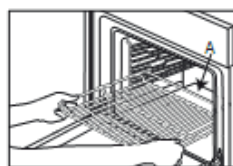
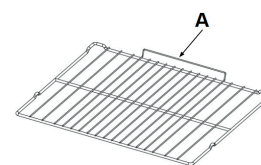

Fig. 1A
Fig. 1B
1. Inserire la griglia orizzontalmente, con la parte rialzata "A" orientata verso l'alto (Fig. 1A, Fig. 1B)